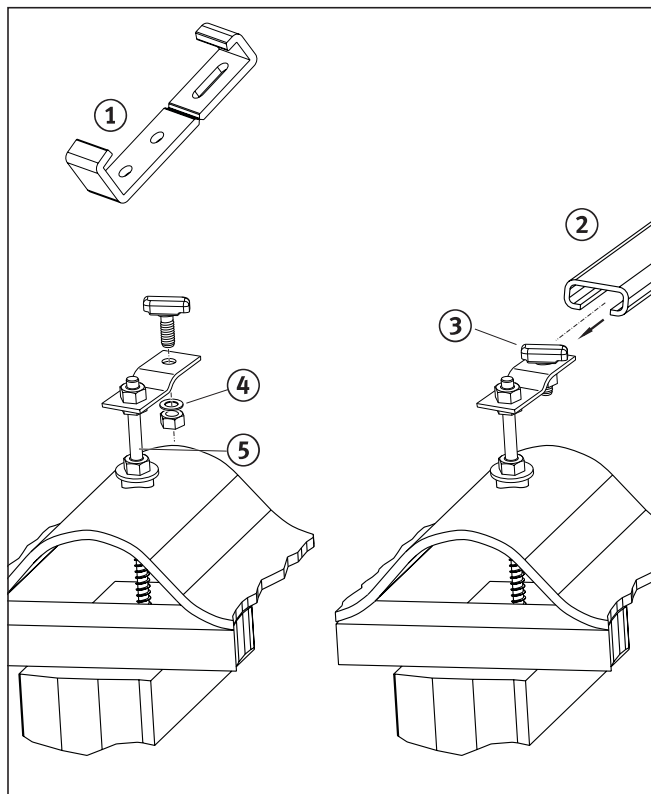

Abb. 4.27 Montage der vertikalen Auflageschienen
- Trennen Sie die untere und obere Kralle an der Sollbuchstelle durch Knicken (Abb. 4.27, Pos.1).